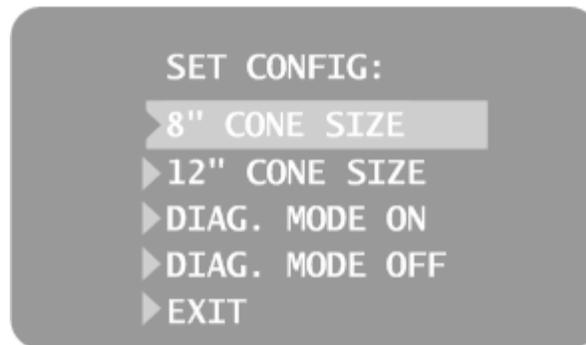

Figura 7
Selezionando SET CONFIG. dal Menu di Configurazione in figura 6, si accede al Menu in Figura 7 che permette di cambiare le dimensioni del cono. Normalmente, il sistema Preva viene fornito con un Cono standard di 20 cm; alternativamente è possibile ordinare una estensione del cono sino a 30 cm. Questo nuovo cono richiede tempi di esposizione maggiori, automaticamente selezionati dal sistema una volta selezionato il nuovo cono.
2. Selezionare SET CONFIG. Verrà visualizzato il menu di Configurazione come in Figura 7.